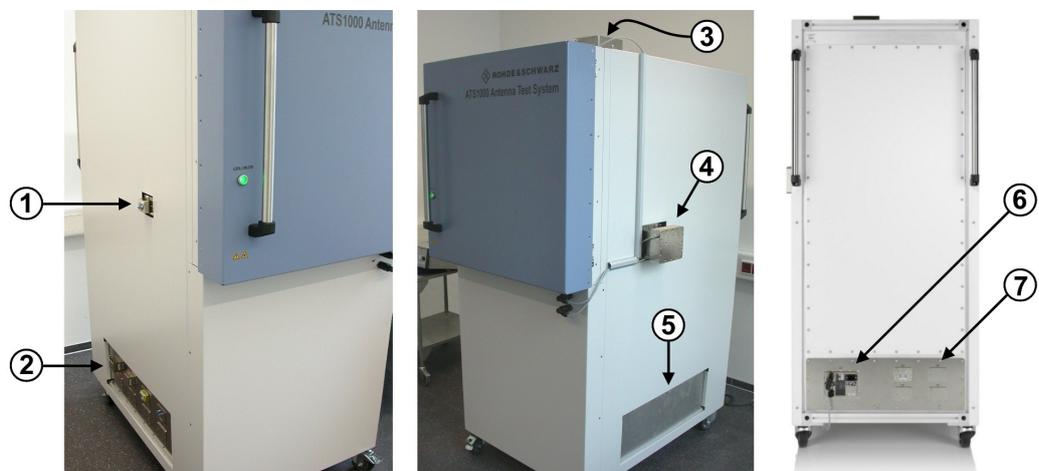

図 4-3: R&S ATS1000 の左側面、右側面、および背面の図
[Laser] ボタン (4) を押すと、チャンバーの DUT アライメントレーザーのオンとオフが切り替わります (4.2, 「DUT アライメントレーザー」 (25 ページ) を参照)。このボタンは、2 つのレーザーボックスの電源ケーブル (5) 用コネクタの隣にあります (図 4-3 を参照)。
チャンバーの右側には、外部ボックス (図 4-3 の 4) があります。このボックス [A311] には、水平アライメントレーザーが格納されています。チャンバーの側壁にあるレーザーの開口部を、フィードスルーの取り付けに使用することはできません。
Rohde & Schwarz サービス担当者だけがサービスパネル (図 4-3 の 5) を開くことができます。極端な温度条件下での DUT テスト用の R&S ATS-TEMP Climate オプションがチャンバーに取り付けられている場合は、加熱/冷却された空気の給気ホースと排気ホースが右側サービスパネル (5) に接続されています。
エキスパートユーザーだけが、レーザーボックス（図 4-3 の 3 と 4）の取り外しや取り付けを行ったり、これを開いたり、ポジショナーの軸を基準にしてレーザーを調整したりできます。